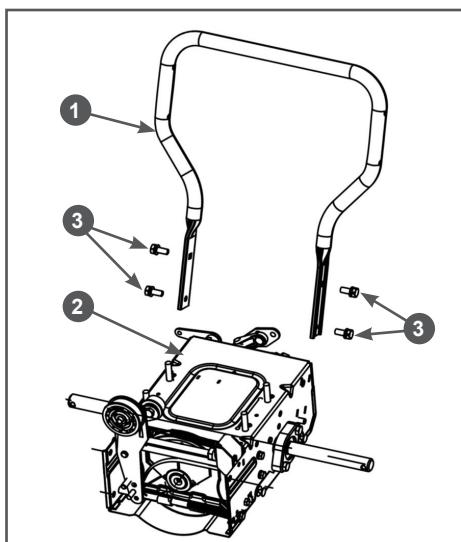

Рис. 4 Установка стойки рукояток
- Установите стойку рабочих рукояток. Совместите отверстия в стойке рукояток и раме, вставьте в отверстия болты 3 и плотно закрутите их (Рис. 4).